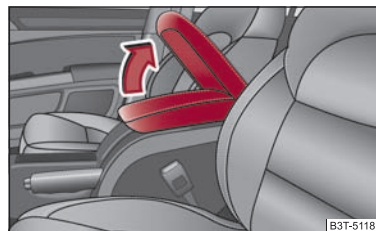

Fig. 111 Apoyabrazos: Portaobjetos
- Abra la tapa del apoyabrazos en el sentido de la flecha ⇒ página 106, fig. 111.